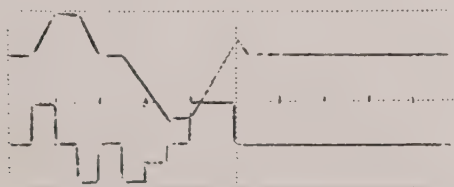

FIG. 3.7 PROGRAM MODE SLOPES
12. POSITION CHAN 1 TRACE ON UPPER HALF OF SCOPE SCREEN AND CHAN 2 ON THE LOWER HALF. THE WAVEFORM SHOULD BE AS IN FIG. 3.7